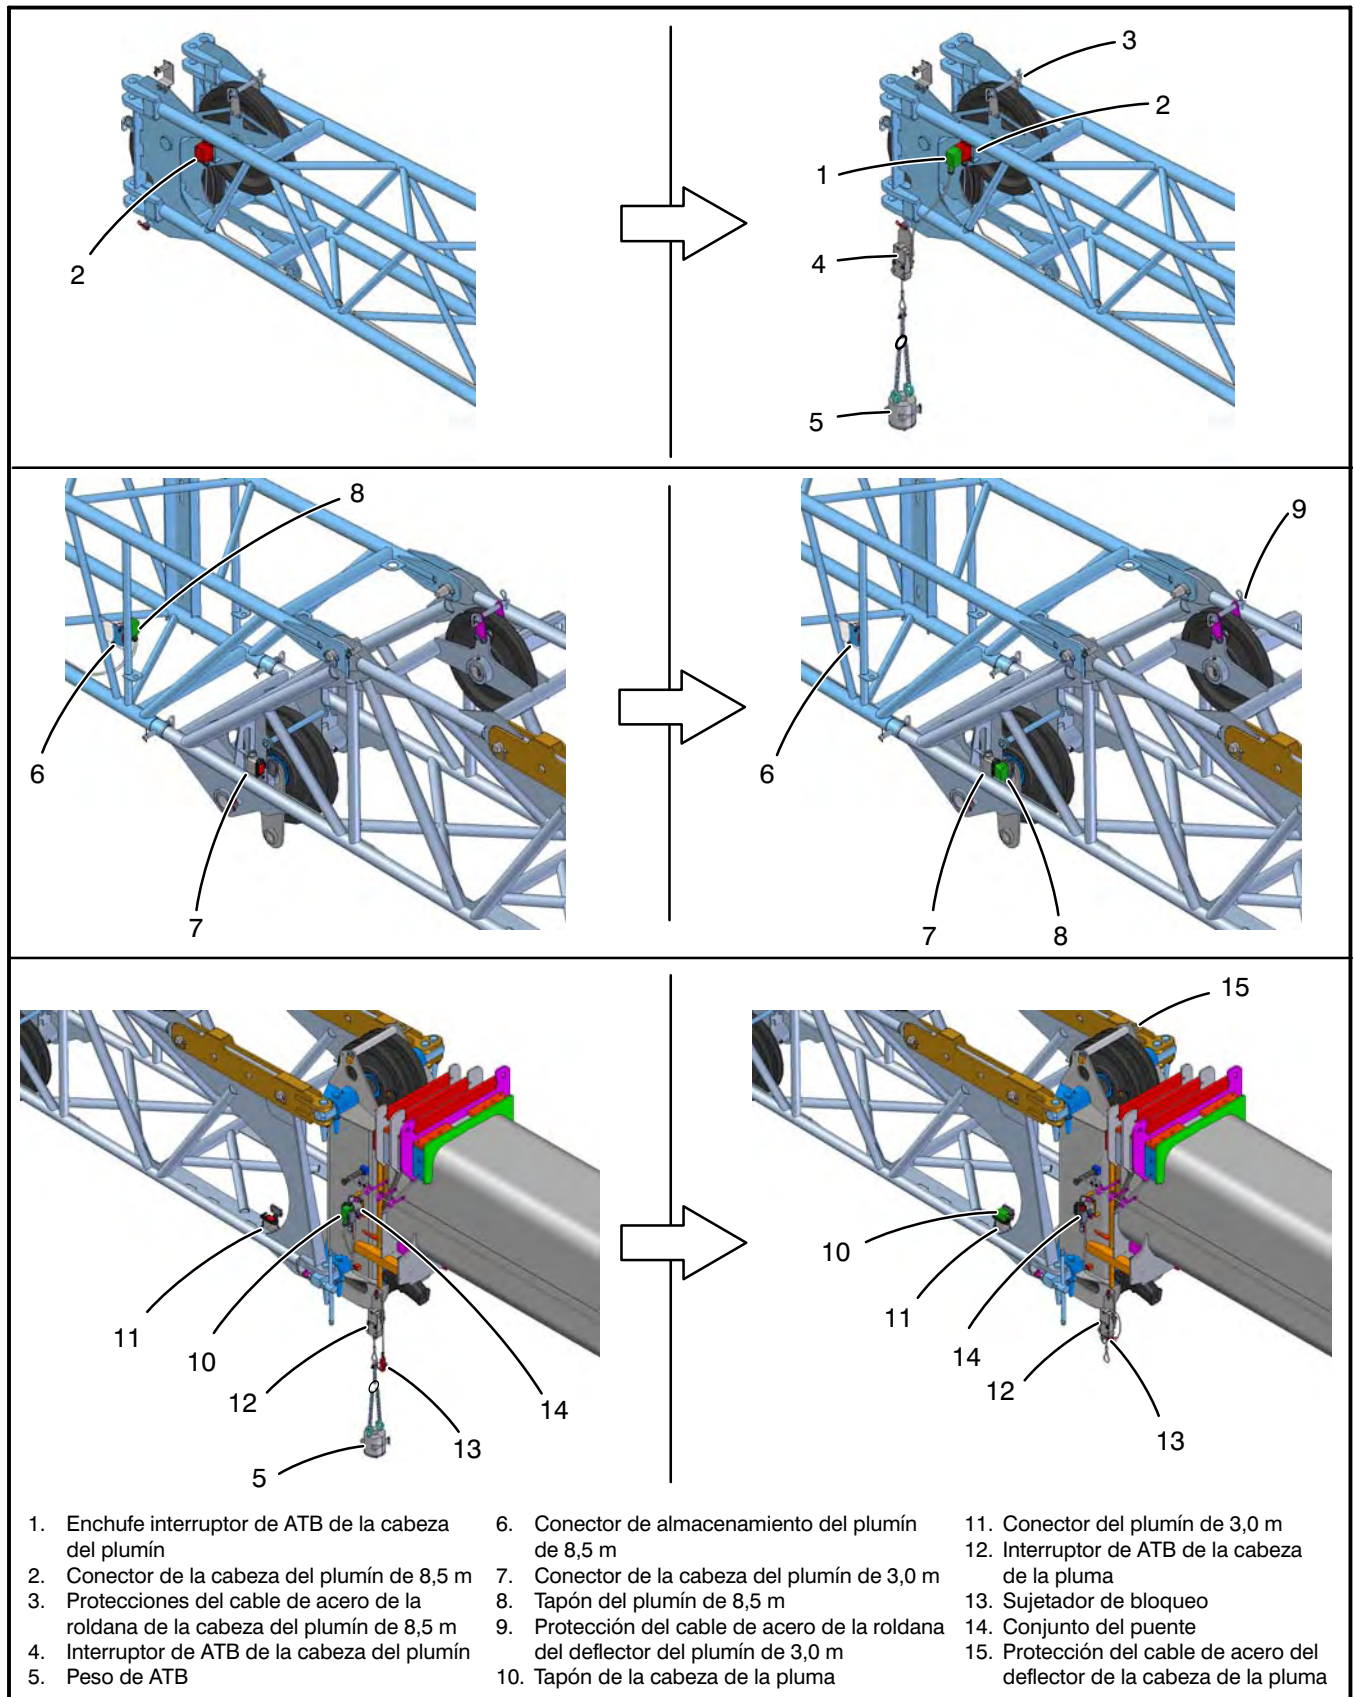

Figura 4–67
8. Retire los cuatro pasadores de conexión del plumín, de la ubicación de almacenamiento en la parte posterior de la sección del plumín de 3,0 m. Consulte la Figura 4–65. Instale los cuatro pasadores para conectar las orejetas del plumín a los ejes
10. Retire todas las protecciones del cable de acero de las roldanas de la base del plumín y los deflectores de la cabeza del plumín. Consulte la Figura 4–67. Enhebre el cable de acero de la maquinilla encima de la roldana del deflector de la pluma, luego en la roldana del deflector de la base del plumín.